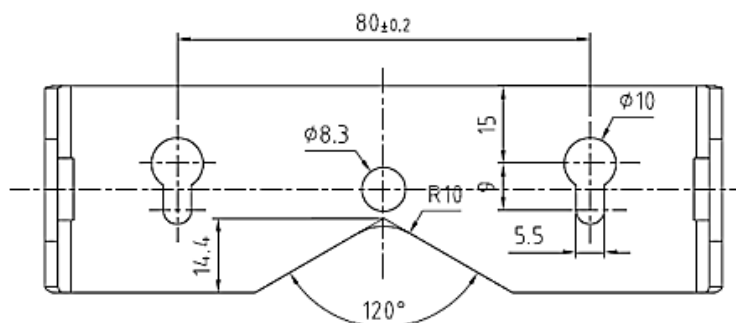

Figure 2-7 : Modèle de configuration des trous de montage des supports
6. Marquez la position des trous du support sur la surface de montage du terminal en respectant les dimensions indiquées sur la Figure 2-7, ou en le maintenant sur cette surface et en marquant les trous du support.